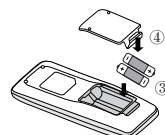

Fig.2
3. Instalați două baterii uscate 7# (AAA 1,5V) și asigurați-vă că poziția polului „+” și polului „-” este corectă (conform ilustrației din Fig. 2 ③).
4. Reinstalați capacul (conform ilustrației din Fig 2 ④).